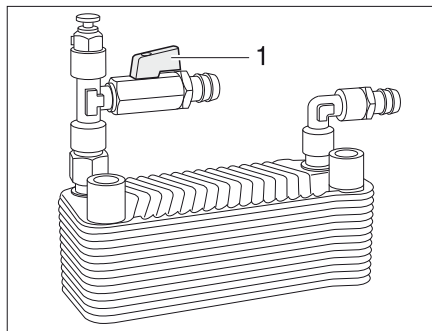

Bild 310 Värmeväxlare Alde
*Slå på:* ■ Ställ avstängningsventilens handtag (Bild 310,1) parallellt med röret.
*Slå från:* ■ Ställ avstängningsventilens handtag (Bild 310,1) diagonalt mot röret.